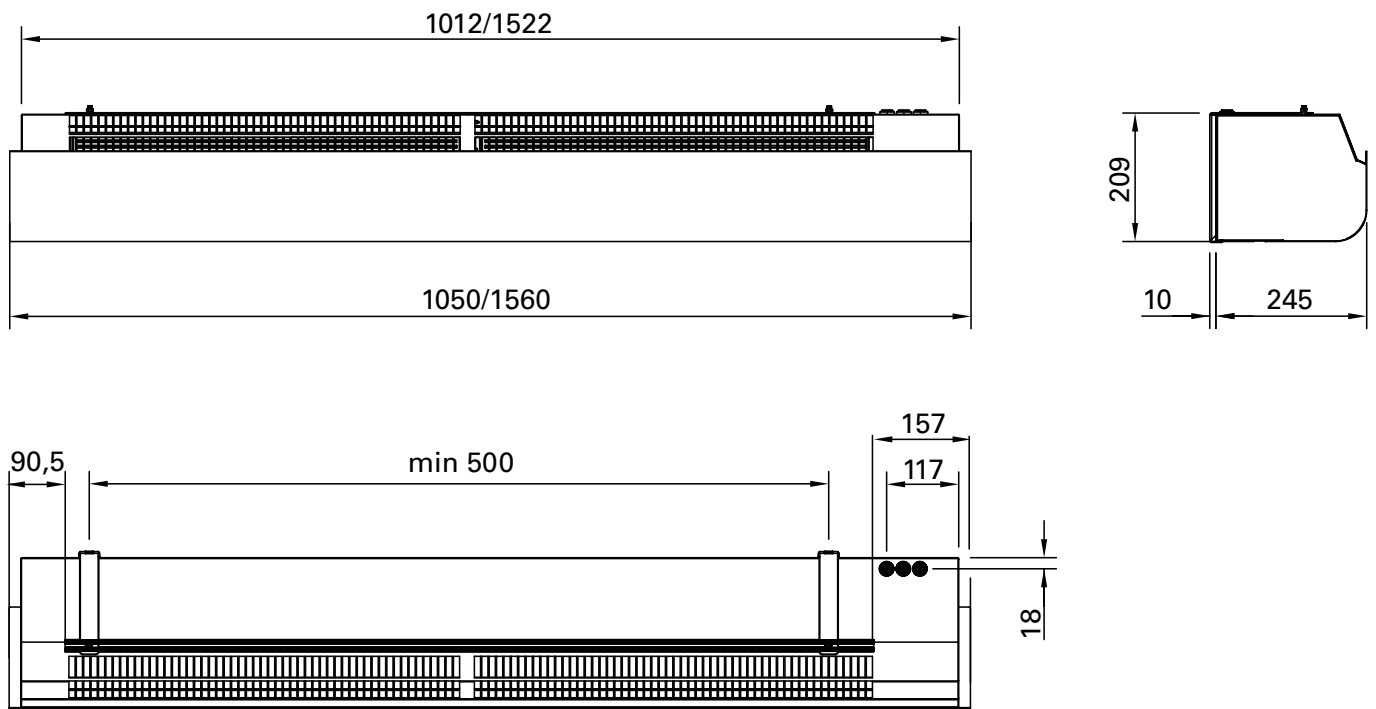

Fig. 1
1. Montare le staffe sulla parete, vedere Fig. 4A e lo schema delle dimensioni in Fig. 1. È necessario compensare le staffe per adattarle alla parete, qualora quest'ultima presenti una superficie irregolare.